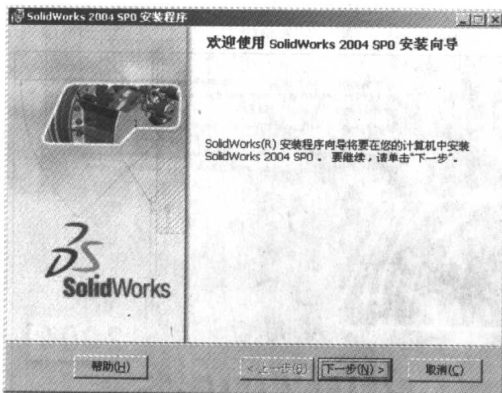

图 1-2
1. 在 SolidWorks 主安装程序欢迎界面中, 单击【下一步】按钮, 如图 1-2。